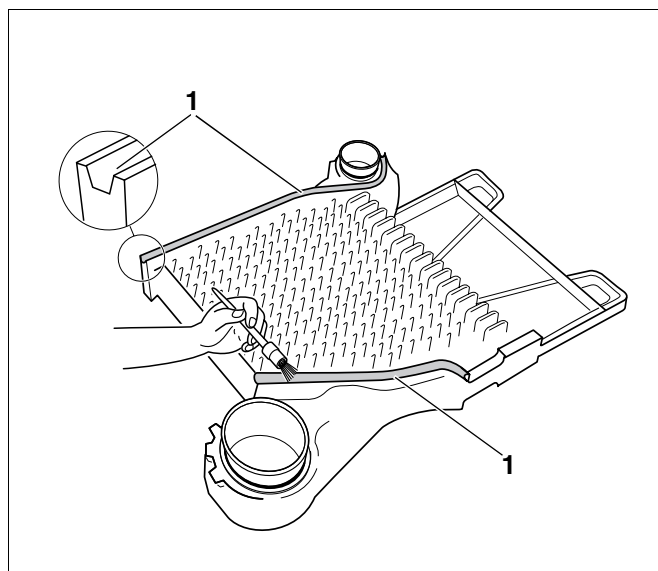

Fig. 9 Canelurile de etanșare se vopsesc cu adeziv
Pentru ca șnururile de etanșare să se lipească de nuturi (fig. 9, **poz. 1**), trebuie să se țină cont ca nuturile să fie curate și uscate.
- Se vopsesc nuturile (fig. 9, **poz. 1**) cu adeziv fig. 9.